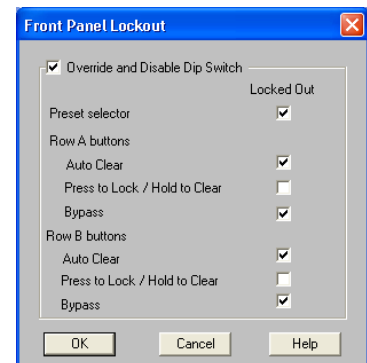

FIGURE 9-1 : Boîte de dialogue « Front Panel Lockout »
2. La boîte de dialogue « Front Panel Lockout » s'ouvre, comme illustré à la figure 9-1.